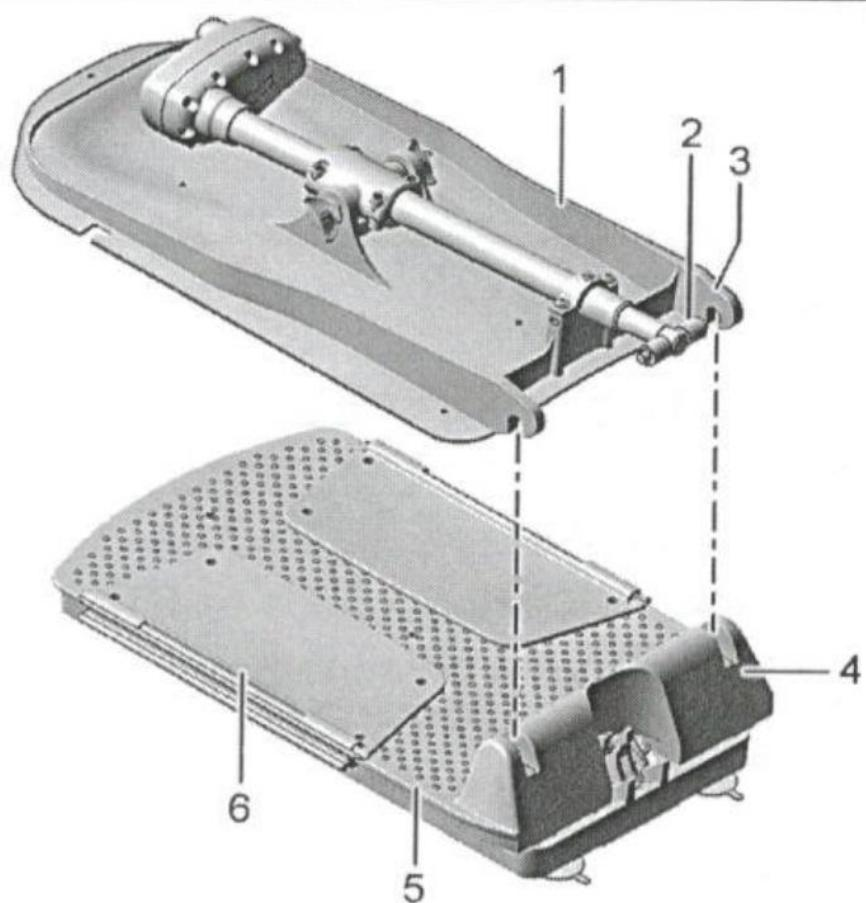

Рис. 8
Переконайтесь у належній установці: база приводу (див. Рис. 8; 2) повинна бути у горизонтальному положенні (див. Рис. 8).
1. Розмістіть спинку (див. Рис. 8; 1) на секції сидіння (див. Рис. 8; 5). Закріпляючі крючки (див. Рис. 8; 3) повинні війти у держачі (див. Рис. 8; 4).
5. Опустіть бокові панелі (див. Рис. 8; 6).
4. Складіть бічні панелі (див. Рис. 8; 6).